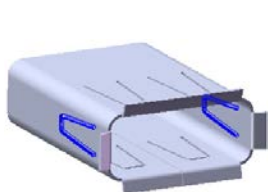
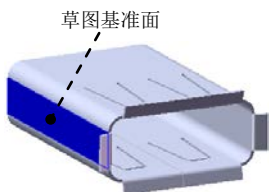
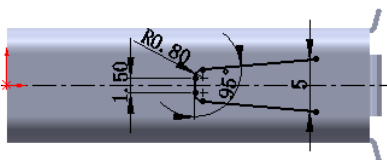

图 10.32 切除—拉伸 2
图 10.33 定义草图基准面
图 10.34 横断面草图
(3) 定义镜像对象。在设计树中选择切除—拉伸 1 为镜像 1 的对象。
(4) 单击按钮，完成镜像 1 的创作。
Step10. 创建图 10.32 所示的钣金特征——切除—拉伸 2。
(1) 选择命令。选择下拉菜单**插入(I)** → **切除(C)** → **拉伸(E)...**命令。
(2) 定义特征的横断面草图。选取图 10.33 所示的模型表面为草图基准面，绘制图 10.34 所示的横断面草图。
(3) 采用系统默认的切除深度方向；在“切除—拉伸”对话框的**方向1**区域的下拉列表中选择**完全贯穿**选项。在**薄壁特征(T)**区域的下拉列表中选择**单向**选项，并在文本框中输入 0.5。
(4) 单击按钮，完成切除—拉伸 2 的创作。